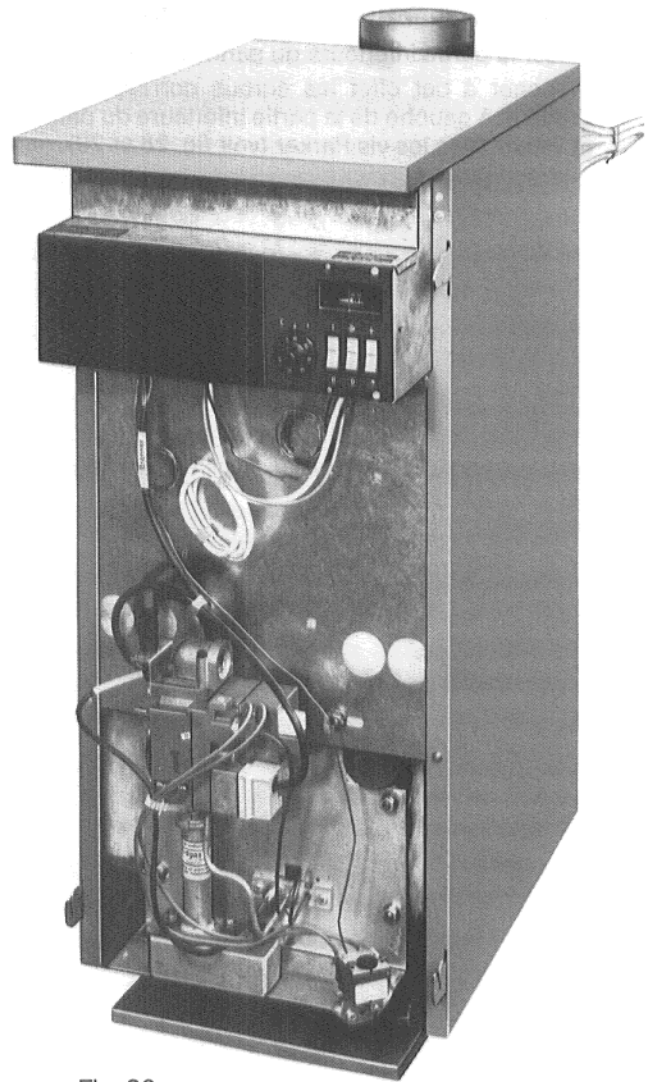

Fig. 26
11. Monter le dessus de chaudière (fig. 26 et 27).